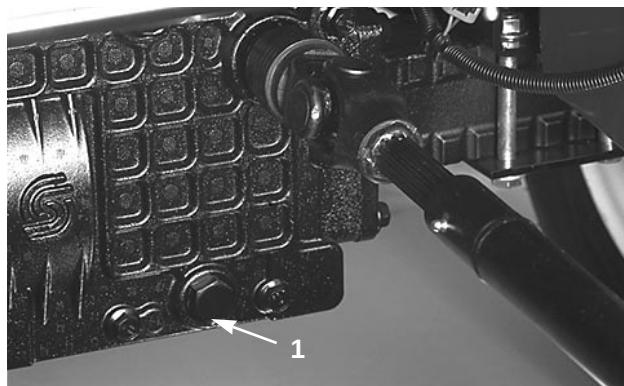

Fig. 26
FILTER (Fig. 26–27)
3. Ta dreneringspluggen av akselhuset og la oljen renne ned i en beholder (fig. 26).
6. Sett dreneringspluggen på akselhuset (fig. 26).